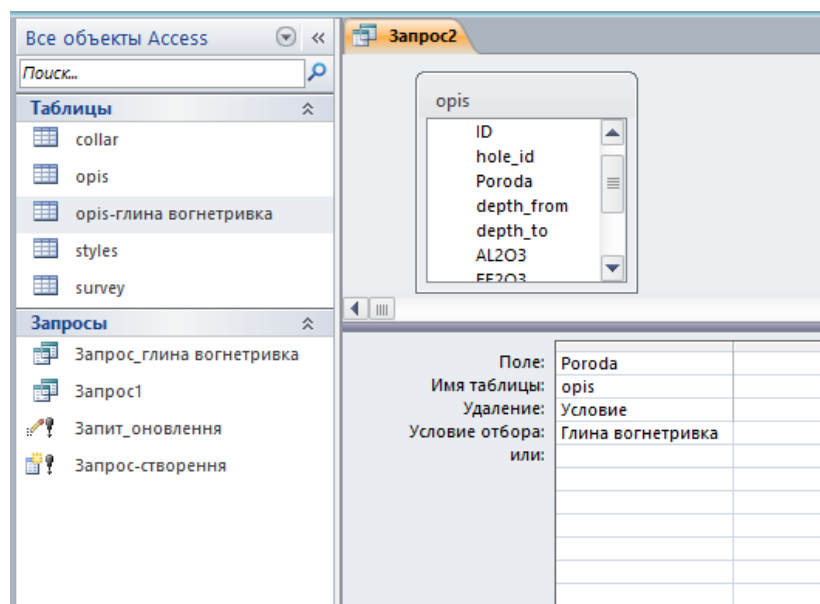

Рис. 32. Запит на видалення записів з таблиці
5. У рядку Условие отбора задати конкретне значення поля, згідно з яким будуть видалятися записи - Глина вогнетривка (рис. 32).